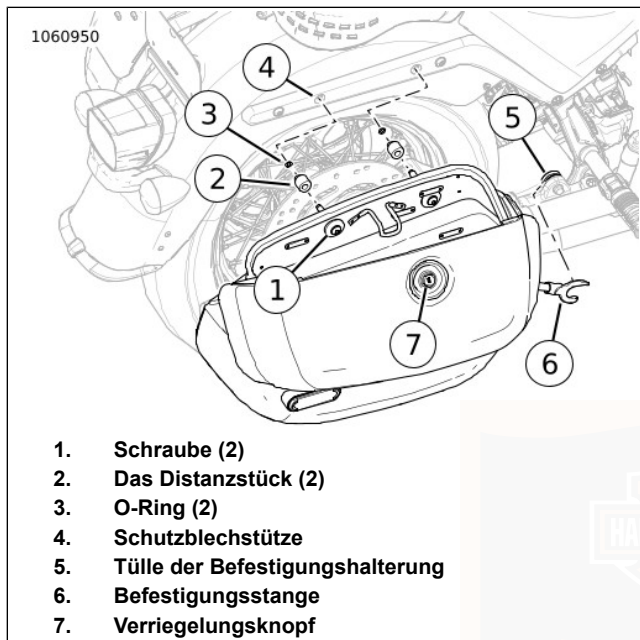

Abbildung 39. Satteltaschen-Baugruppe
1. Siehe Abbildung 39. Satteltasche entriegeln.
- a. Den Schlüssel in die Verriegelungstaste (7) stecken und um eine halbe Umdrehung gegen den Uhrzeigersinn drehen.
3. Siehe Abbildung 39. Die Satteltasche verriegeln.
- a. Den Schlüssel in die Verriegelungstaste (7) stecken und um eine halbe Umdrehung im Uhrzeigersinn drehen.
1. Siehe Abbildung 39. Satteltaschen öffnen.
2. Mit einer Hand die Satteltasche halten und mit der anderen Hand die Befestigungsschrauben (1) der Satteltasche entfernen.
1. Siehe Abbildung 39. Prüfen, ob sich die Distanzstücke (2), O-Ringe (3), und Tüllen (5) in Position und in gutem Zustand befinden.